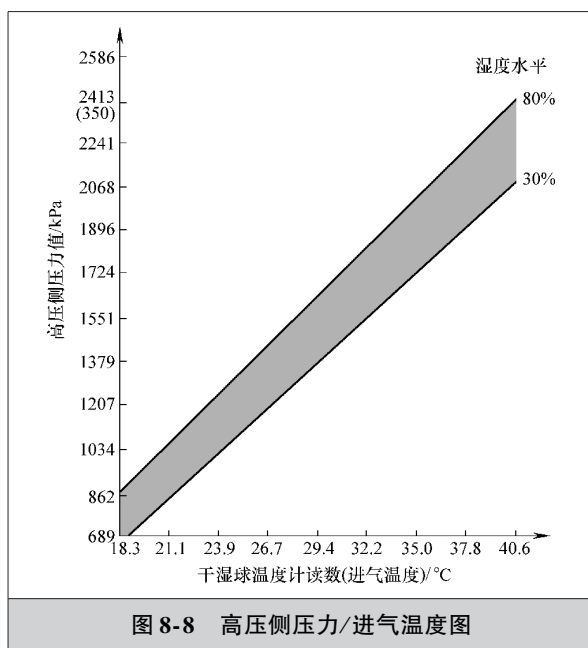

图 8-8 高压侧压力/进气温度图
5) 记录高压侧压力/进气温度，并对高压侧压力/进气温度图进行评价，如图 8-8 所示。高压侧压力与周围空气温度在阴影区域交叉为正常，若超出此区域说明制冷性能不良，